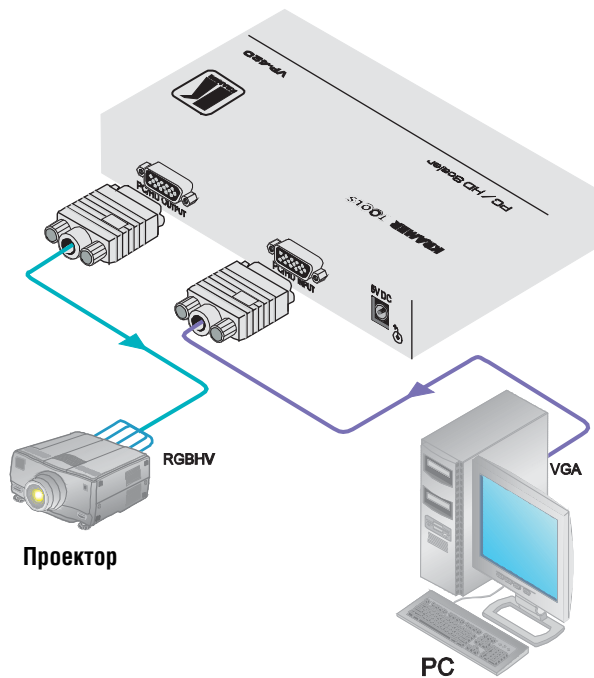

Рис. 3. Подсоединение масштабатора PC/HD VP-420 / VP-421
Чтобы подсоединить **VP-420 / VP-421** в соответствии с примером, приведенном на рис. 3, действуйте в следующем порядке (предварительно отключив всю аппаратуру):
4. Подсоедините сетевой адаптер 5 В постоянного тока к розетке входа электропитания, а адаптер подсоедините к розетке электросети (на рис. 3 не показан).